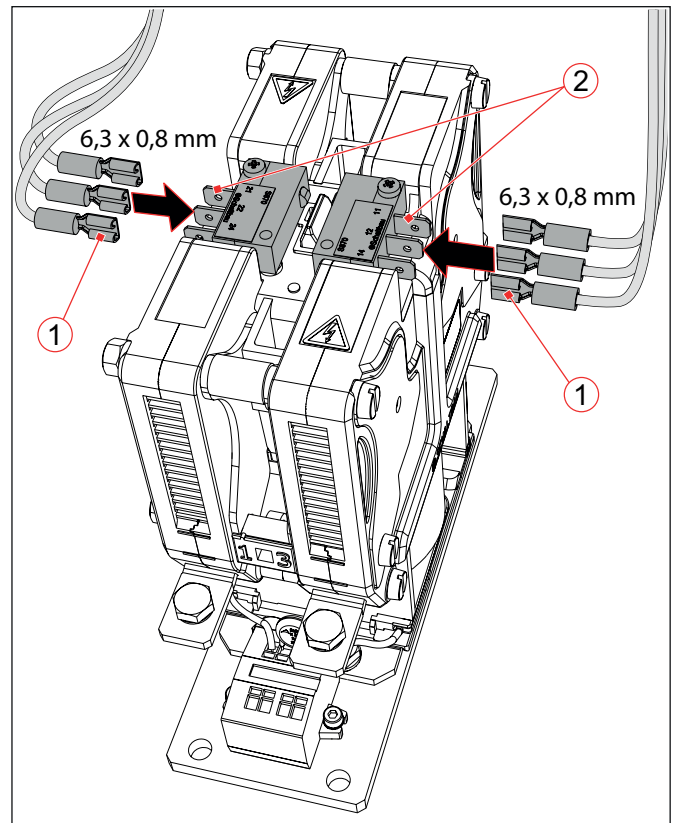

Abb. 6: Hilfskontakte S870 anschließen
- ▶ Steuerleitungen und Flachsteckhülsen nur in Steckrichtung bewegen und verlegen, siehe **Abb. 6**.